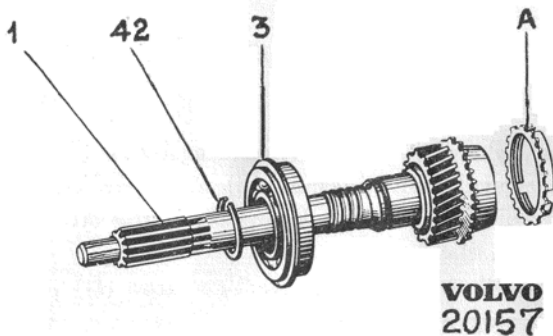

Bild 13. Ingående axel.
1. Pressa på kullagret (3) med stoppringen vänd ifrån kugghjulet (bild 13). Använd dorn SVO 4028 och understöd axeln med bricka SVO 4050 (SVO 4051 för H 4—H 6) Montera låsring (42).
3. Montera synkroniseringskonan för 3:ans växel (A bild 13).